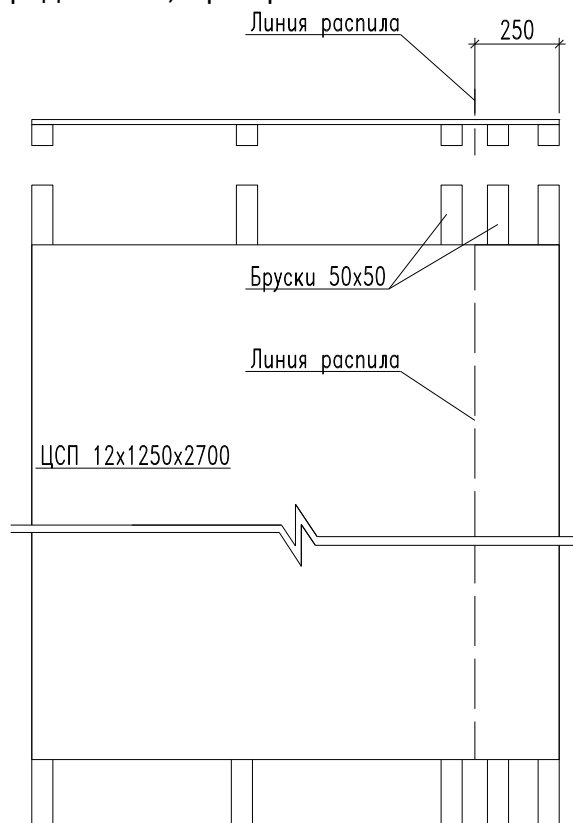

рис.3 – Подготовка листа ЦСП к раскрою.
- Положить лист ЦСП на бруски. При этом необходимо проверить, чтобы линия распила не попадала на бруски (рис.3).
Для резки желательно использовать диски с переменными или трапецевидными твердосплавными зубцами. Схему подготовки раскроя смотрите на рис.3.